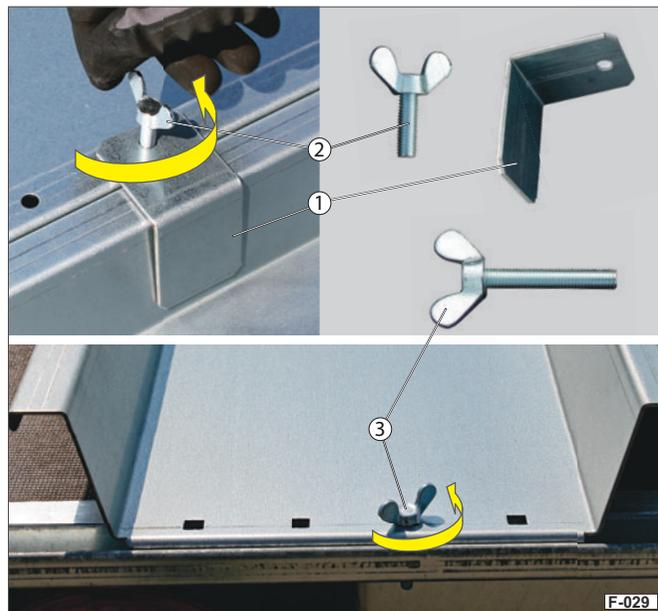

Abb. 20 Auffahrschiene entsichern
- ▶ Lösen Sie die Flügelschraube (Abb. 20/2) und entnehmen Sie den Klemmwinkel (Abb. 20/1).
- ▶ Schrauben Sie die Flügelschraube (Abb. 20/3) heckseitig ab.